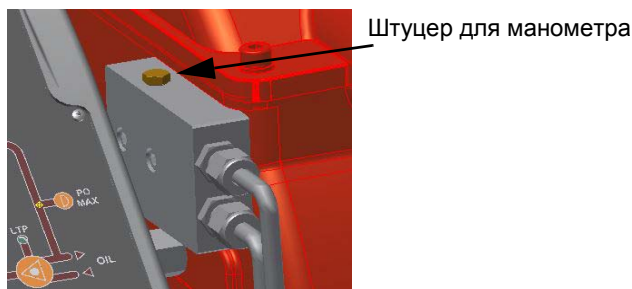

Рис. 28
- 6 Давление питания форсунки уже отрегулировано заранее на заводе-изготовителе и не должно изменяться. Только в случае необходимости, отрегулировать давление питания (см. соответствующий параграф) следующим образом: установить манометр в положение, указанное на Рис. 28, воздействовать на регулировочный винт **VR** насоса (см. Рис. 27) до получения на форсунке давления в 20 бар (форсунки Monarch или форсунки Bergonzo - см. на стр.24-25);
- Давление питания форсунки уже отрегулировано заранее на заводе-изготовителе и не должно изменяться. Только в случае необходимости, отрегулировать давление питания (см. соответствующий параграф) следующим образом: установить манометр в положение, указанное на Рис. 28, воздействовать на регулировочный винт **VR** насоса (см. Рис. 38)